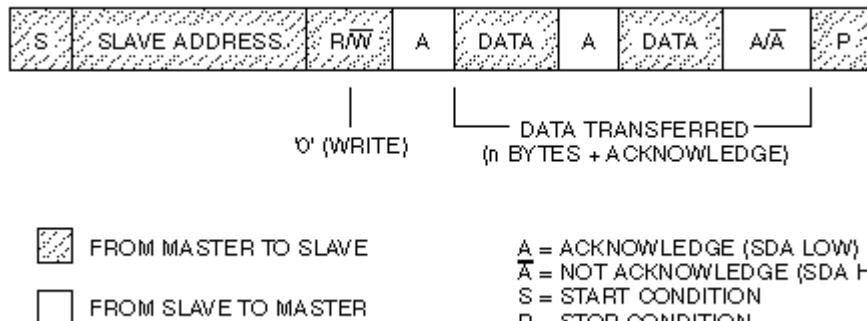

Рисунок 12. Передача от мастера к подчиненному.
- мастер-передатчик передает на приемник-подчиненный. Направление передачи при этом не изменяется (Рисунок 12).